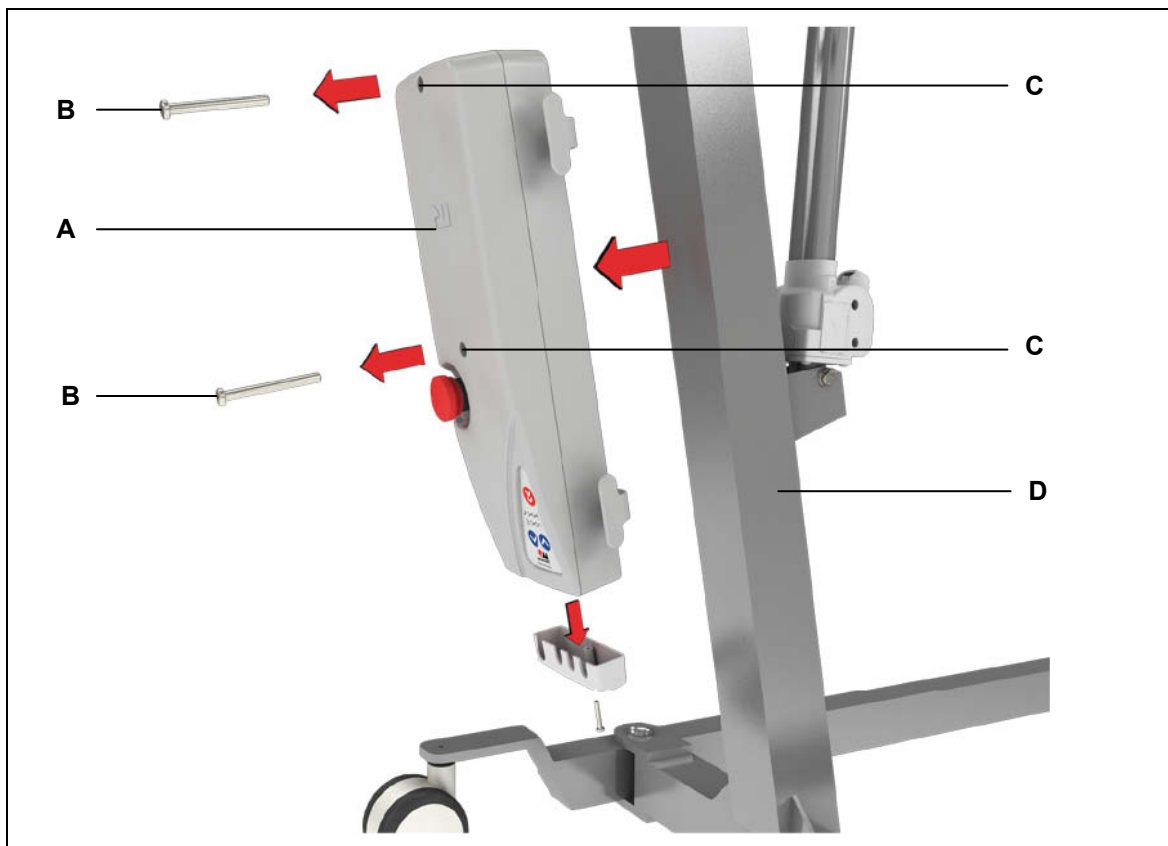

Abbildung 9 Montage an den Patientenlifter (Beispiel)
- 2 Befestigen Sie die *ACCUCONTROL* mit entsprechenden Zylinderkopfschrauben (zum Beispiel: M6x100-8.8 VZ) am Patientenlifter (siehe Abbildung 9).